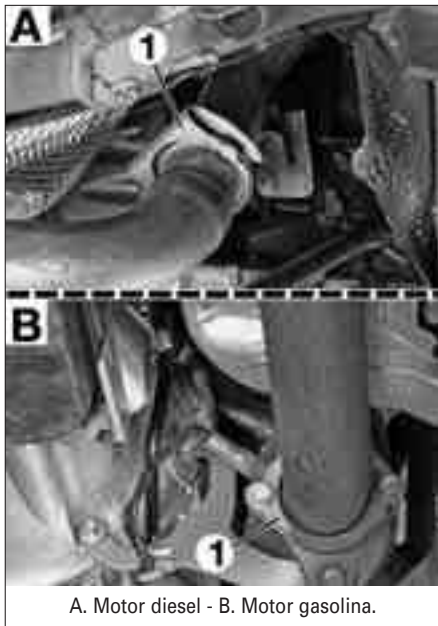

FIG. 1
- la brida de escape (1) (fig. 1).